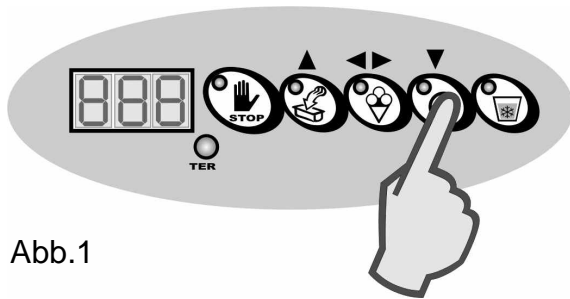

Abb.1
- Die Taste ZYKLUS HALBAUTOMATISCH GETIMT drücken, um den halbautomatischen Kühlzyklus mit Zeitkontrolle zu wählen (Abb.1).